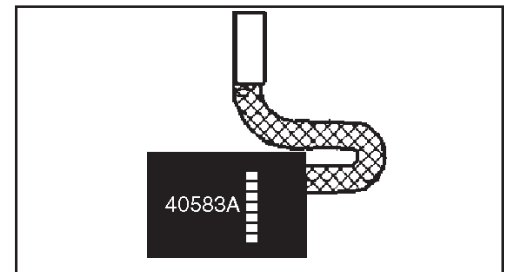

Figure 12
2. inspectez les balais de charbon. Remplacez les deux balais si l'un d'entre eux n'a plus qu'une épaisseur de 3/8", ou a atteint l'indicateur d'usure. Voir Figure 12.